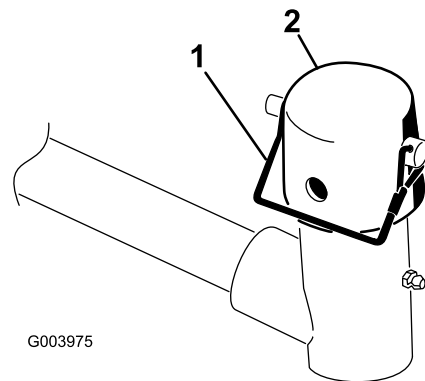

图9
7. 从提升臂轴轳上拆下锁扣销和中心盖（图9）。
11. 使用保险销将中心盖和承载架轴固定到提升臂轂（图9）。